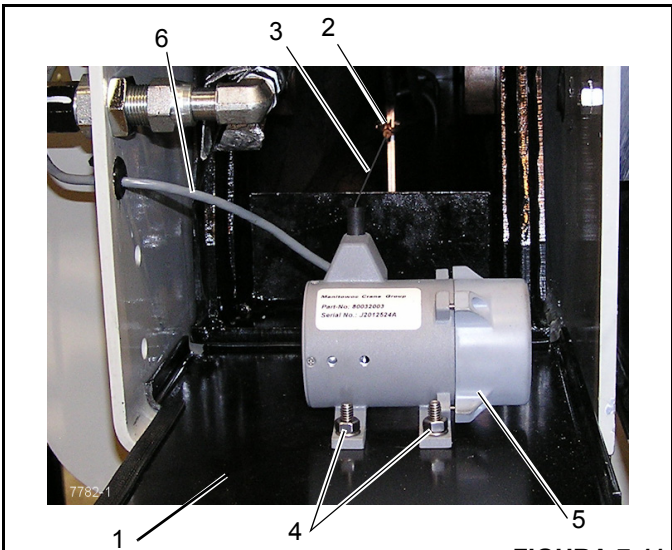

FIGURA 7-11
2. Remova as ferragens que prendem a placa da tampa do estabilizador (1, Figura 7-11) e remova a placa da tampa.
3. Remova o conector do potenciômetro de filamento do OMS (2) do ponto de fixação na viga do estabilizador.